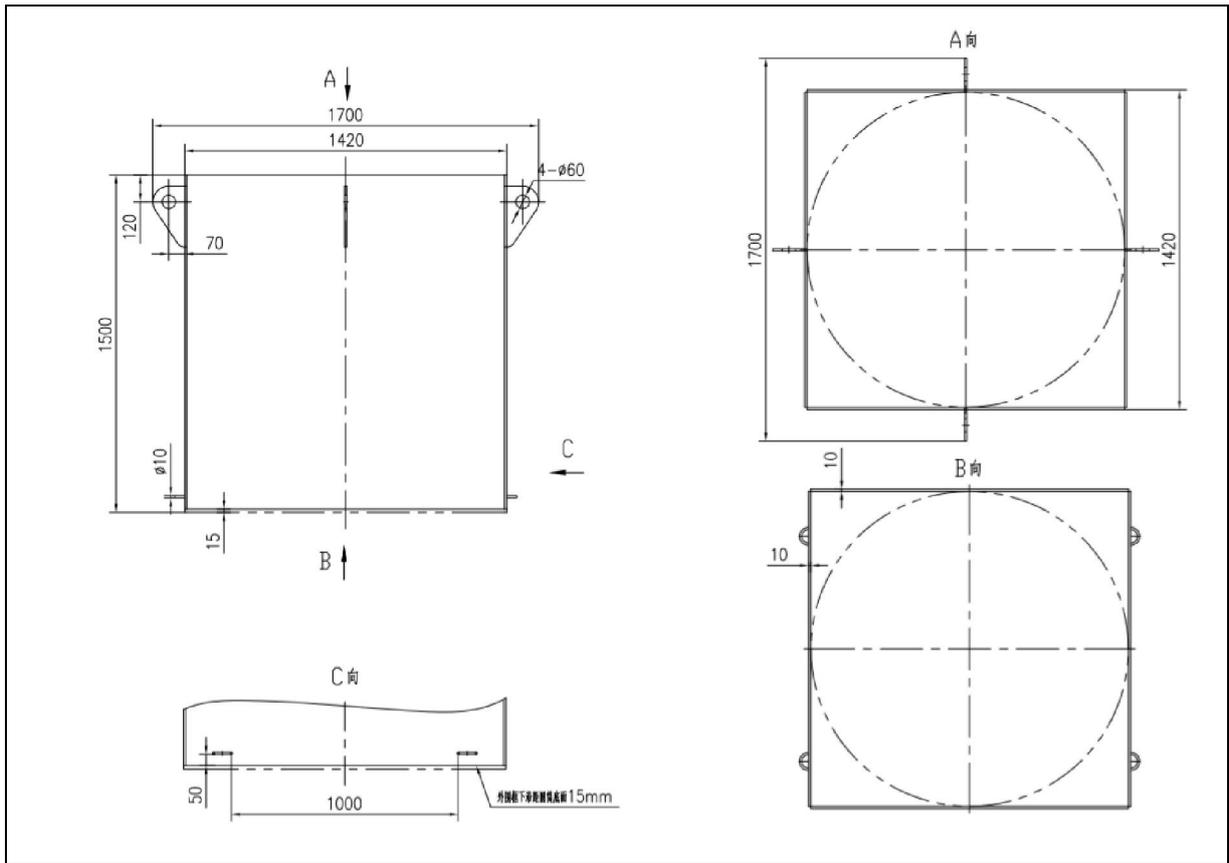

图 3 方筒示意图-
- 6、被吊设备为方筒长宽为 1.42m，高度 1.5m，重量 5t；吊耳间长度 1.7m，如图 3 所示。